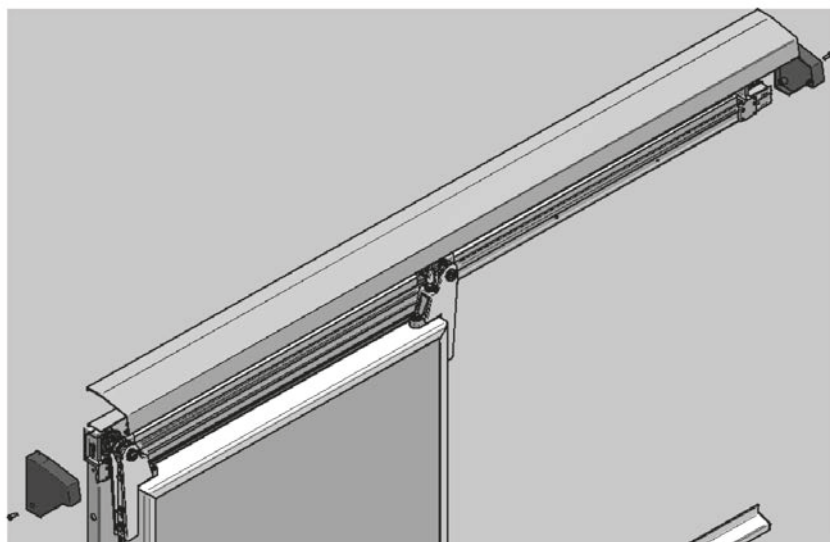

Fig. 12
- Procéder ensuite au montage du carter de la glissière supérieure (Fig. 12).